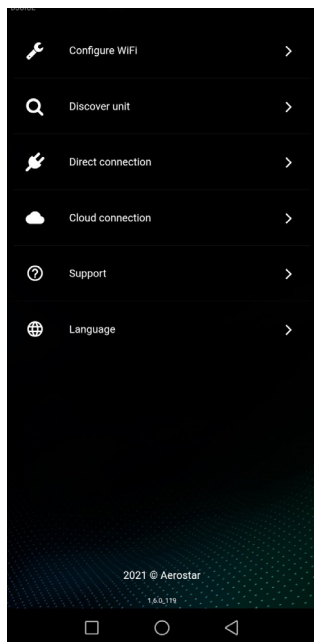

Рис. 3
5) Open the «Wi-Fi settings» in the application menu (Figure 3)